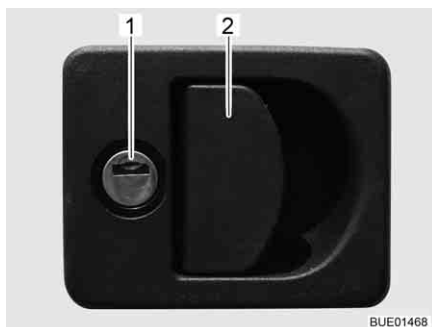

Bild 63 Lucklås med greppkåpa
- Stick in nyckeln i låscylindern (Bild 63,1) och vrid ett kvarts varv. Lucklåset är upplåst.
- Drag i låshandtaget (Bild 63,2). Den utvändiga luckan är öppen.